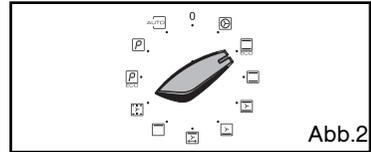

Abb.2
– Den Funktionswähler auf die Position „“ STELLEN. DIE ANZEIGE „ECO“ LEUCHTET AUF (ABB. 2).